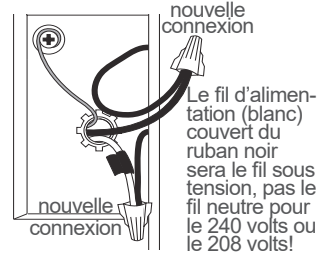

Figure 6
- le choix du fil de radiateur importe peu (Figure 2 ou Figure 6).